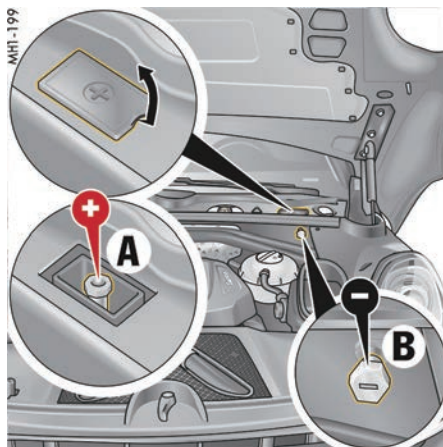

图 226: 蓄电池端子
- ▶ 在跨接起动时，切勿将黑色的负极电缆直接连接到蓄电池。始终将黑色负极电缆线连接到接地点 **B**（第 270 页的图 226）。